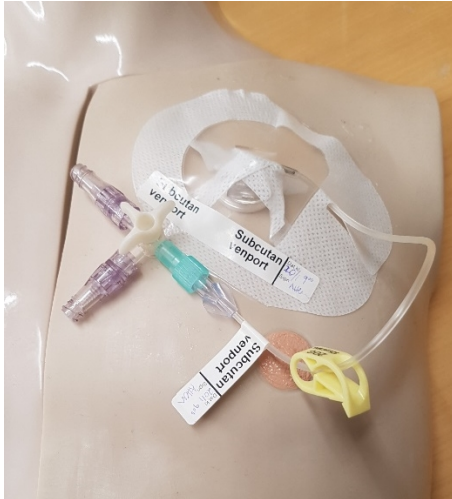

Bild 1
- Märk förband och slang med etiketter "Subkutan venport", datum, tid och signatur (se bild 1 och 2).
5. Fixera venportskanylen med sterila strips i ett kryss över vingarna (bild 1 och 2). Kontrollera backflödet genom att först spola in 10-20 ml NaCl 9 mg/ml. Aspirera så att blod blir synligt i slangen. Spola därefter med 20 ml NaCl 9 mg/ml. Forcera aldrig spolning.